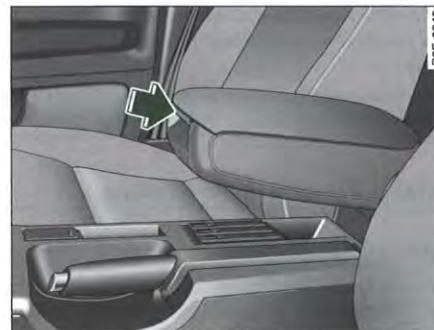

Fig. 116 Accoudoir entre le siège du conducteur et le siège du passager avant
- Appuyez sur le levier de déverrouillage ⇒ fig. 116.